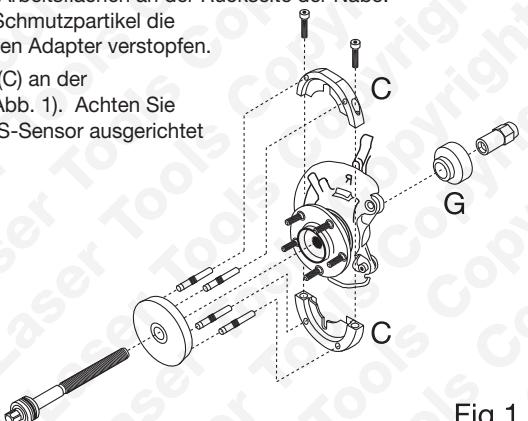
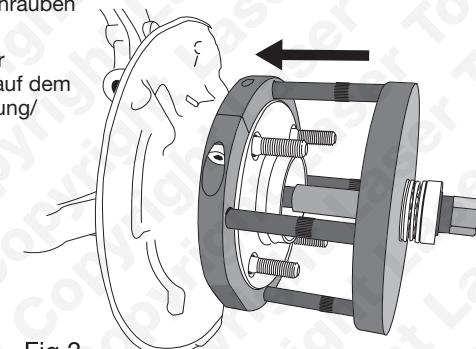
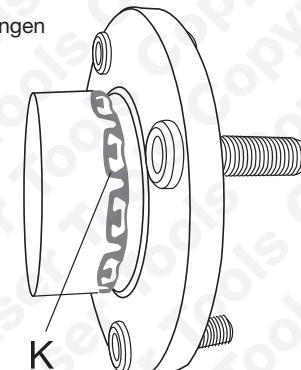

Fig 1
Fig 3
Fig 4
- Montieren Sie die Klemmschalen (Ausbau) (C) an der Lager/Flansch-Gruppe (siehe Darstellung (Abb. 1)). Achten Sie darauf, dass die Aussparungen auf den ABS-Sensor ausgerichtet sind. Sichern Sie den Aufbau mit den mitgelieferten Befestigungsschrauben (D).
- Montieren Sie die vier Austreiberstifte (E) auf der Austreiberplatte (B). Der O-förmige Gummiring auf dem Austreiberstift hält diesen sicher in der Aussparung/Buchse der Austreiberplatte.
- Setzen Sie nun den Abziehadapter (G) von hinten über das Ende der Austreiberschraube auf. Kranzende in Richtung Austreiberschraube - siehe Abb. 1.
- Sichern Sie das fertig montierte Werkzeug mit der Mutter der Austreiberschraube (F). Das Ende der Austreibermutter mit dem langen Gewinde zeigt in Richtung Austreiberschraube — Siehe Abb. 1.
- Um die Lager/Flansch-Gruppe wieder einzupressen, drehen Sie die Austreiberschraube mit einem 22 mm Steckaufsatz auf einer Ratsche oder Knarre. Kontern Sie dabei die Austreibermutter (F) mit einem 30 mm Maulschlüssel. (Verwenden Sie keine Druckluftwerkzeuge.)
- Drehen Sie die Austreiberschraube solange, bis die Lager/Flansch-Gruppe wieder vollständig in der alten Position sitzt. Sitzt diese wieder an Ort und Stelle, achten Sie darauf, dass die Griffzapfen / Dorne des profilierten Halterings (K) ordnungsgemäß in der dafür vorgesehenen Aussparung sitzen. Siehe Abb. 4.
- Siehe Abb. 3: Setzen Sie die Kombination aus Austreiberplatte/Austreiberstift an den Klemmschalen an und führen Sie die Hauptaustreiberschraube in diese Kombination (Austreiberplatte/Austreiberstift) ein.
- Setzen Sie nun den Einsteckadapter (I) von hinten über das Ende der Austreiberschraube auf, sodass dieser auf der äußeren Kante an der Rückseite des Nabenträgers aufsitzt.
- Um die neue Lager/Flansch-Gruppe wieder einzupressen, drehen Sie die Austreiberschraube mit einem 22 mm Steckaufsatz auf einer Ratsche oder Knarre. Kontern Sie dabei die Austreibermutter (F) mit einem 30 mm Maulschlüssel. (Verwenden Sie keine Druckluftwerkzeuge.)